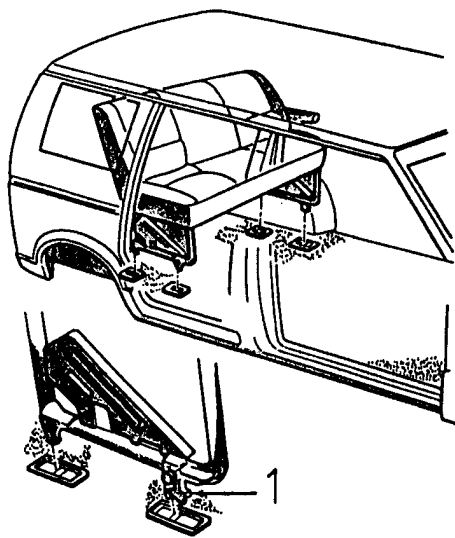
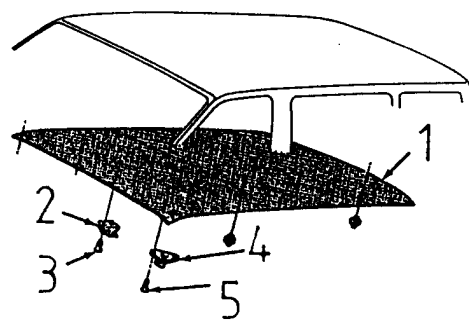

Bild 3 - Rücksitz-Entfernung (Fünfsitzer)
Bild 4 - Dachhimmel
- (1) Lösen Sie die Einstellschraube und schieben Sie den Spiegel hoch und vom Knopf.
- (2) Die Installation wird erreicht, indem man den Spiegel über den Knopf schiebt und die Einstellschraube anzieht. Achten Sie darauf, die Schraube nicht zu überdrehen.
- (6) Entfernen Sie den ersten Rücksitz (Bild 3).
- (7) Entfernen Sie die Vordertür-Einstiegsverkleidungen, die Seitentür-Einstiegsverkleidung und die Heckklappen-Einstiegsverkleidung.
- (8) Entfernen Sie die B-Säulen-Dekorformteile und die Sicherheitsgurte.
- (9) Entfernen Sie die obere Schienenabdeckung.
- (10) Entfernen Sie das Zierblech des unteren Viertels von der linken Seite.
- (11) Entfernen Sie das Zierblech des oberen Viertels von der linken Seite.
- (12) Entfernen Sie das Zierblech des rechten Viertels.
- (13) Entfernen Sie die Dachhimmel-Befestigungsstücke und dann den Dachhimmel (Bild 4).
- (14) Entfernen Sie die zwei Schrauben, die das Griffende des Kabels an den Dach-Querträger befestigen.